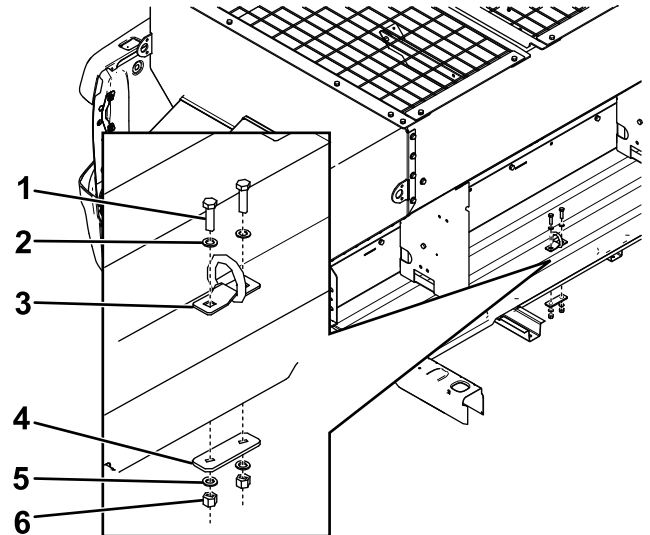

Figura 9
- Instale los anillos de amarre según se muestra en la Figura 9, y apriete los pernos a 28 N·m (19.7 pies-libra).